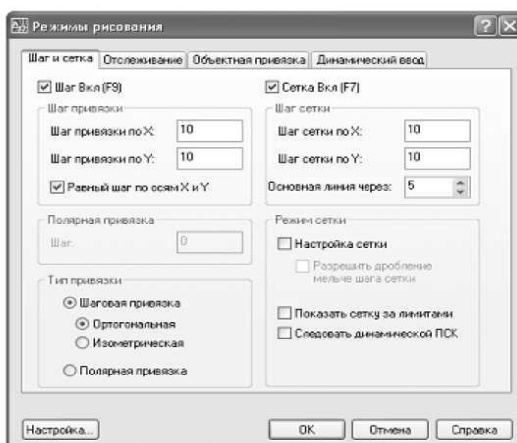

Рис.7 Диалоговое окно Режимы рисования (Drafting Settings)
1. Выберите из меню команду Сервис Режимы рисования (Tools ^Drafting Settings) либо введите в командном окне команду `бажё^бён(DSETTINGS)`. Перейдите, если в этом есть необходимость, в открывшемся диалоговом окне Режимы рисования (Drafting Settings) на вкладку Шаг и Сетка (Snap and Grid) (рис.7). Параметры режимов Сетка(Grid) и Шаг (Snap) находятся в этом окне в группах с соответствующими названиями. Обратите внимание, что для обоих режимов шаг имеет значение 10.